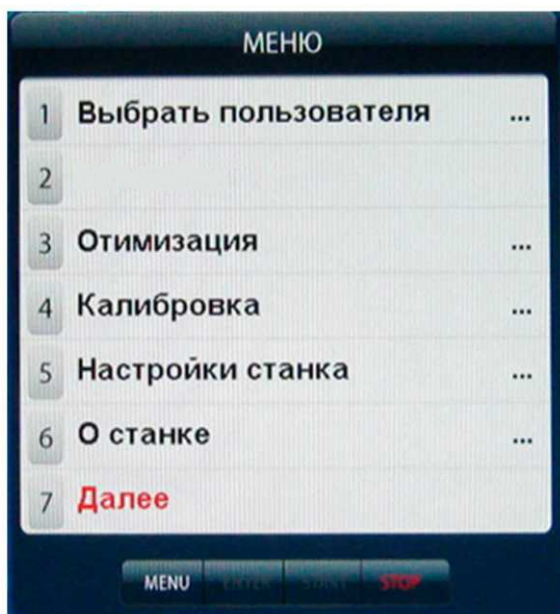
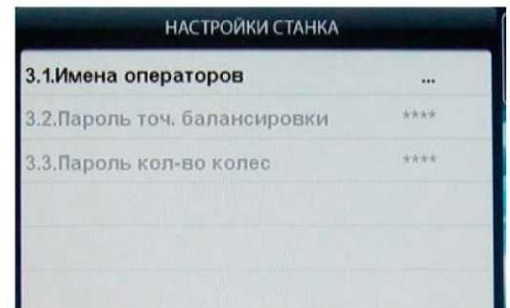
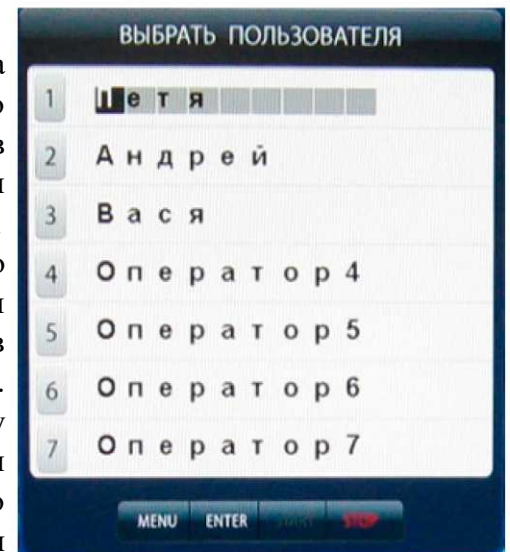
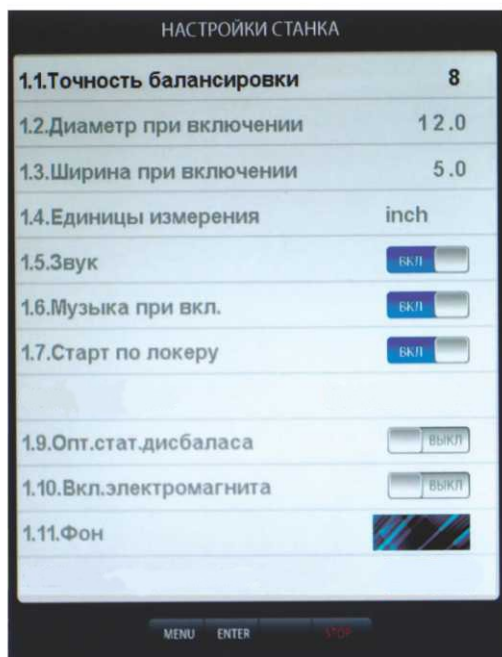

рис.15.1.
рис.16.2
рис.16.3
рис. 17.1
15.2. Для входа в программу Opt нажмите кнопку «MENU» после чего на экране монитора появится окно (рис. 15.1). Далее выбрать программу «Оптимизация», нажав
16.2.1. Нажмите кнопку «MENU». На экране появится окно MENU (рис.15.1), нажмите кнопку 7 «Далее» на экране появится окно второй страницы MENU (рис.16.1). Выберите «Дополн. настройки», нажав кнопку 2, на экране откроется окно «Настройки станка» (рис.16.2). Нажмите кнопку 1 «Имена операторов» на экране откроется окно «Выбрать пользователя» со списком операторов, (рис.16.3).
16.3.1. Нажмите кнопку «MENU». На экране появится окно MENU, нажмите кнопку 1 «Выбрать пользователя» на экране появится окно «Выбрать пользователя» со списком задействованных операторов (рис.16.3).
Программное обеспечение СБ содержит целый ряд параметров, позволяющих максимально приспособить СБ к потребностям потребителя. Для настройки параметров нажмите кнопку «MENU» на экране монитора появится окно MENU (рис.15.1). Нажмите кнопку 5 «Настройки станка» на мониторе появится окно настроек (рис.17.1).